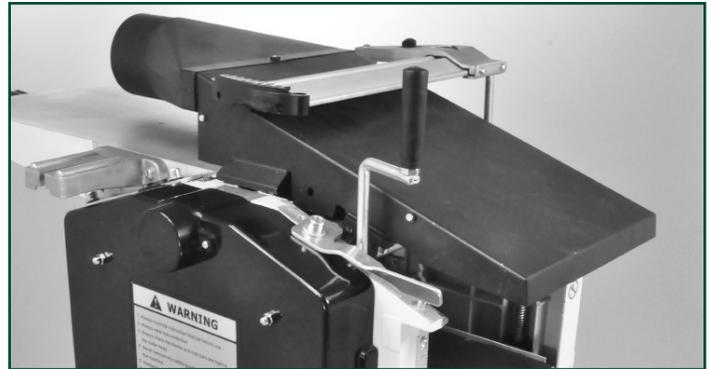

FIG. 37
2. Gire la capucha de eyección de la viruta hacia arriba y sobre el cabezal de corte y fíjela en su lugar bajando el protector de la hoja sobre él para mayor seguridad. FIG. 37.